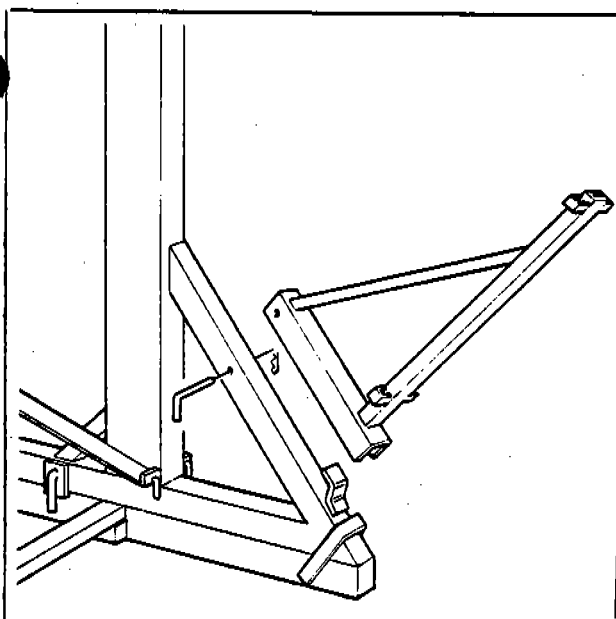

Fig. 28
- a) Assemble the periphery fences support (Fig. 28), secure them with pins and safety pins. Number and marks must match.
- a) Montare i supporti cancelli perimetrali (Fig. 28), rispettando le sigle riportate su gamba e supporto. Fermarli in posizione con spine e copiglie.